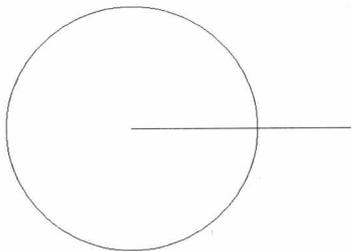

图2-2 绘制直线
**步骤 03** 按【F3】键开启捕捉模式，在命令行中输入LINE（直线）命令并按回车键确认，根据命令行提示进行操作，捕捉圆心，单击鼠标左键确认为直线的第一点，向右引导鼠标，输入140，按回车键确认，绘制直线，如图2-2所示。